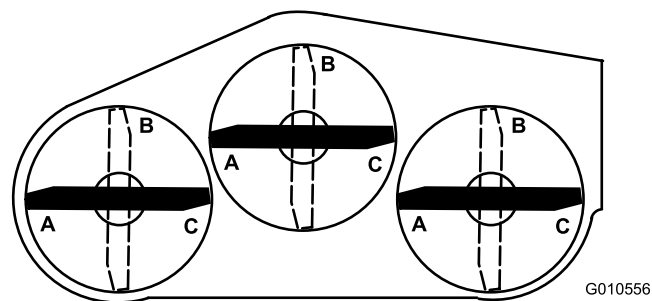
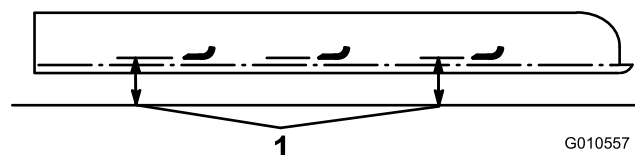

Figura 27
Figura 28
6. Posicione as 3 lâminas na posição A (Figura 27) e meça a partir da superfície nivelada até ao fundo da extremidade da ponta de cada lâmina (Figura 28) e anote a medida.
7. Rode as lâminas para a posição B (Figura 27), meça a distância de todas as lâminas até uma superfície nivelada e anote as dimensões (Figura 28).
8. Rode as lâminas para a posição C, meça e anote a distância medida (Figura 27 e Figura 28).